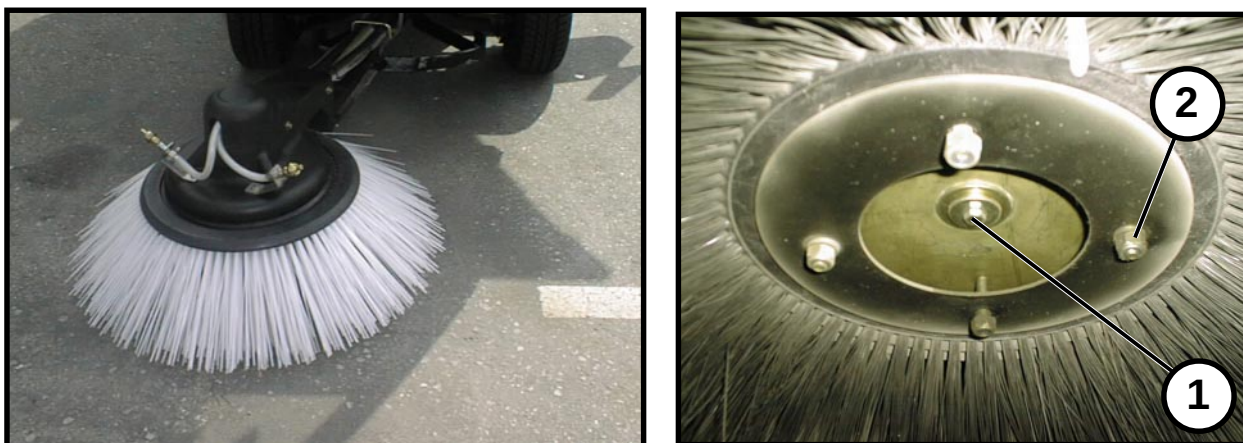

FIG. 29 DEMONTAGE DU TROISIEME BALAI
- Dévisser la vis de fixation 1 (FIG. 29) et extraire le balai.
- Retirer les quatre vis 2 (FIG. 29), mettre en place le balai neuf et revisser les vis.